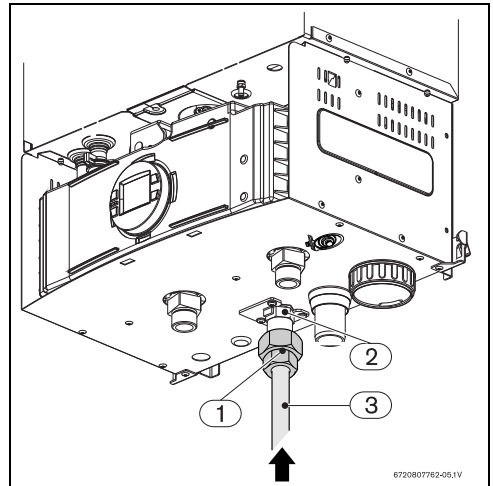

Fig. 28 Collegamento tubo di adduzione gas
- Stringere il dado (Fig. 28, pos.1) presso il filetto di entrata gas (Fig. 28, pos. 2) e realizzare il collegamento saldato tra il tubo (Fig. 28, pos. 3) e la rete di erogazione.